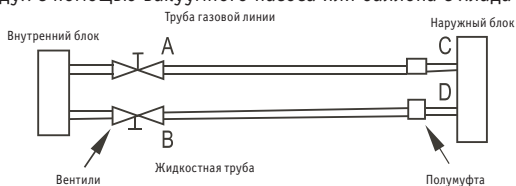

Рис. 4-2
- Удаление воздуха при помощи хладагента наружного блока (см. рис. 4-2 и 4-3).
- Удаление воздуха при помощи баллона с хладагентом (см. рис. 4-2 и 4-3).